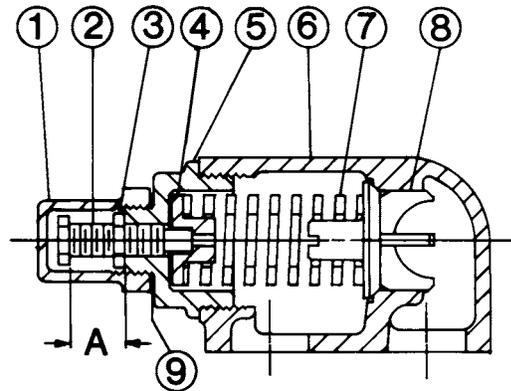

ABBILDUNG 11
2. Die Gewindelänge der Stellschraube messen und notieren. **Siehe „A“ in Abbildung 11.**